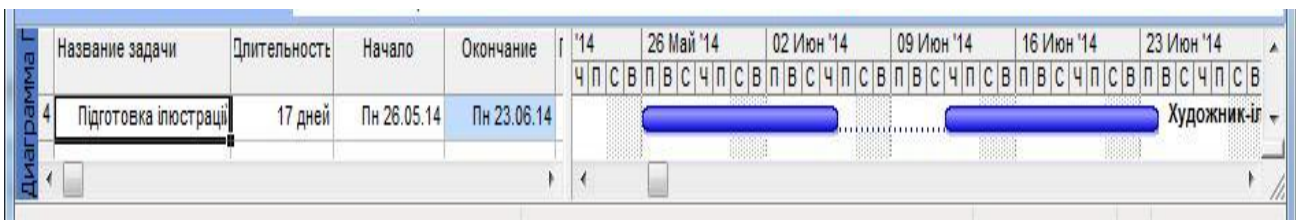

Рис. 15. Перервана задача
3. Якщо ресурс призначений на паралельні задачі, можна перервати одну з задач (тобто призупинити її виконання) на той період, коли ресурс перевантажений (рис. 15). Для переривання задачі потрібно відкрити діаграму Ганта і вибрати команду **Правка – Прервать задачу**.